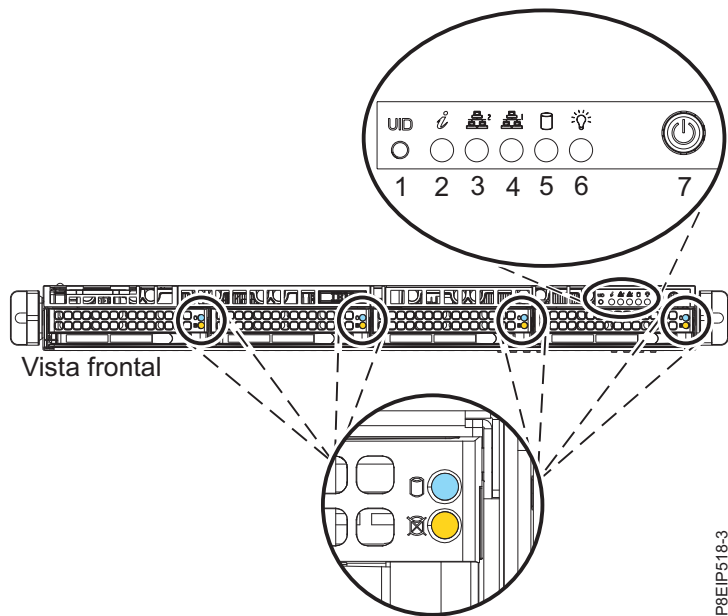
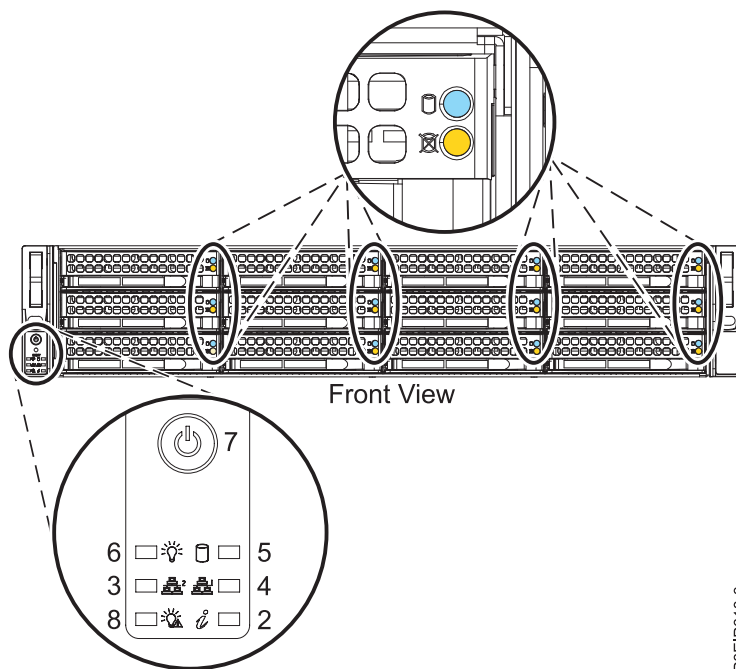

Figura 53. Interruptor de alimentación de 8001-12C
Figura 54. Interruptor de alimentación de 8001-22C
2. Pulse el botón de encendido (7) que se muestra en la Figura 53 o la Figura 54. Puede que tenga que pulsar el interruptor de 0,5 a 3 segundos.